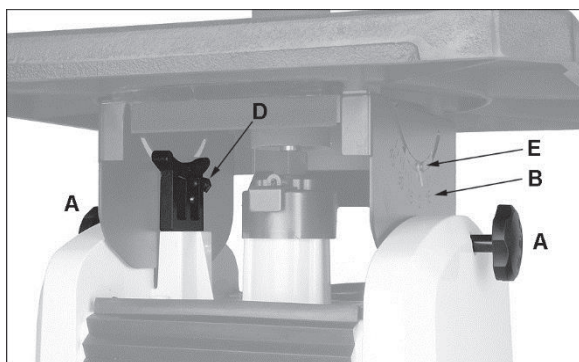

Figure 11 : inclinaison de la table
Voir les Figures 11 et 12.
1. Desserrez les deux boutons (A, Figure 11) dans le sens inverse horaire.
Voir les Figures 11 à 13.